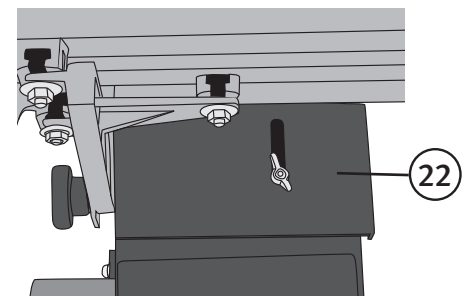

Abb. 11
7. Den beweglichen Schutz ((22) auf Abb. 11) so justieren, dass er das Schleifband unter dem Schleiftisch abdeckt.